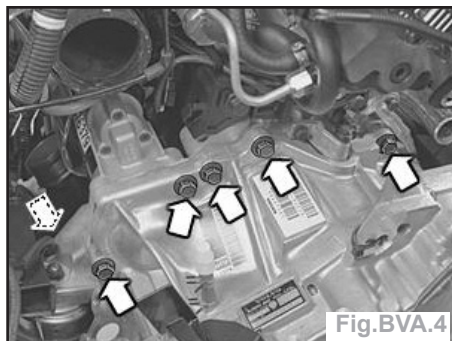

Fig. BVA.4
- Déposer les 4 vis de la boîte de vitesses / du moteur et les 2 vis de la boîte de vitesses / du démarreur (Fig.BVA.4).